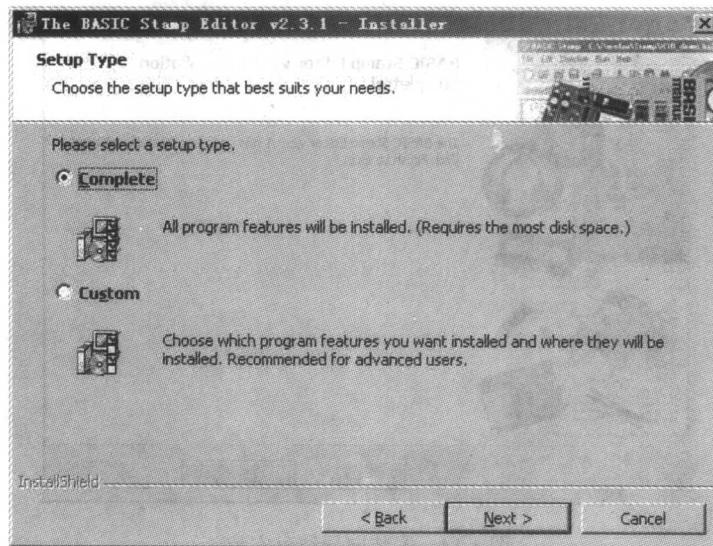

图 1.12 安装类型选择对话框
- 安装类型选择“Complete”（完全安装），如图 1.12 所示。单击“Next”按钮执行下一步。